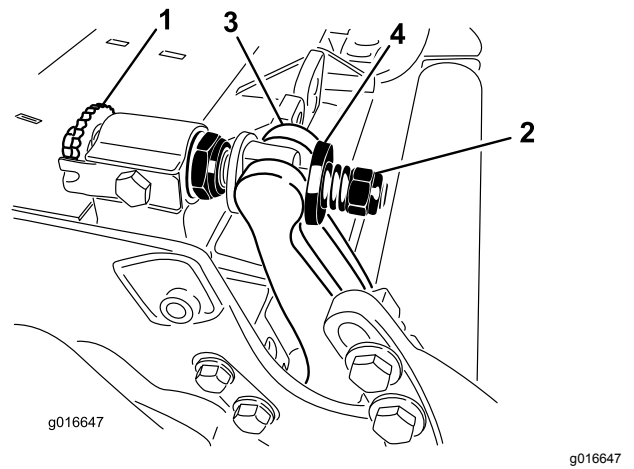

Bild 30
1. Drehen Sie die Einstellschrauben des Unteremesserträgers nach links, um den Abstand zwischen Unteremesser und Spindel zu vergrößern (Bild 30).
2. Drehen Sie die Federspannungsmutter so weit hinaus, bis die Scheibe nicht mehr gegen den Unteremesserträger angespannt ist (Bild 30).